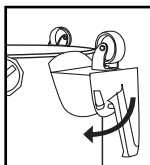

FIGURA 8
12. Presione la parte delantera del sujetador de la manguera para que encaje en su lugar. **FIGURA 8**.